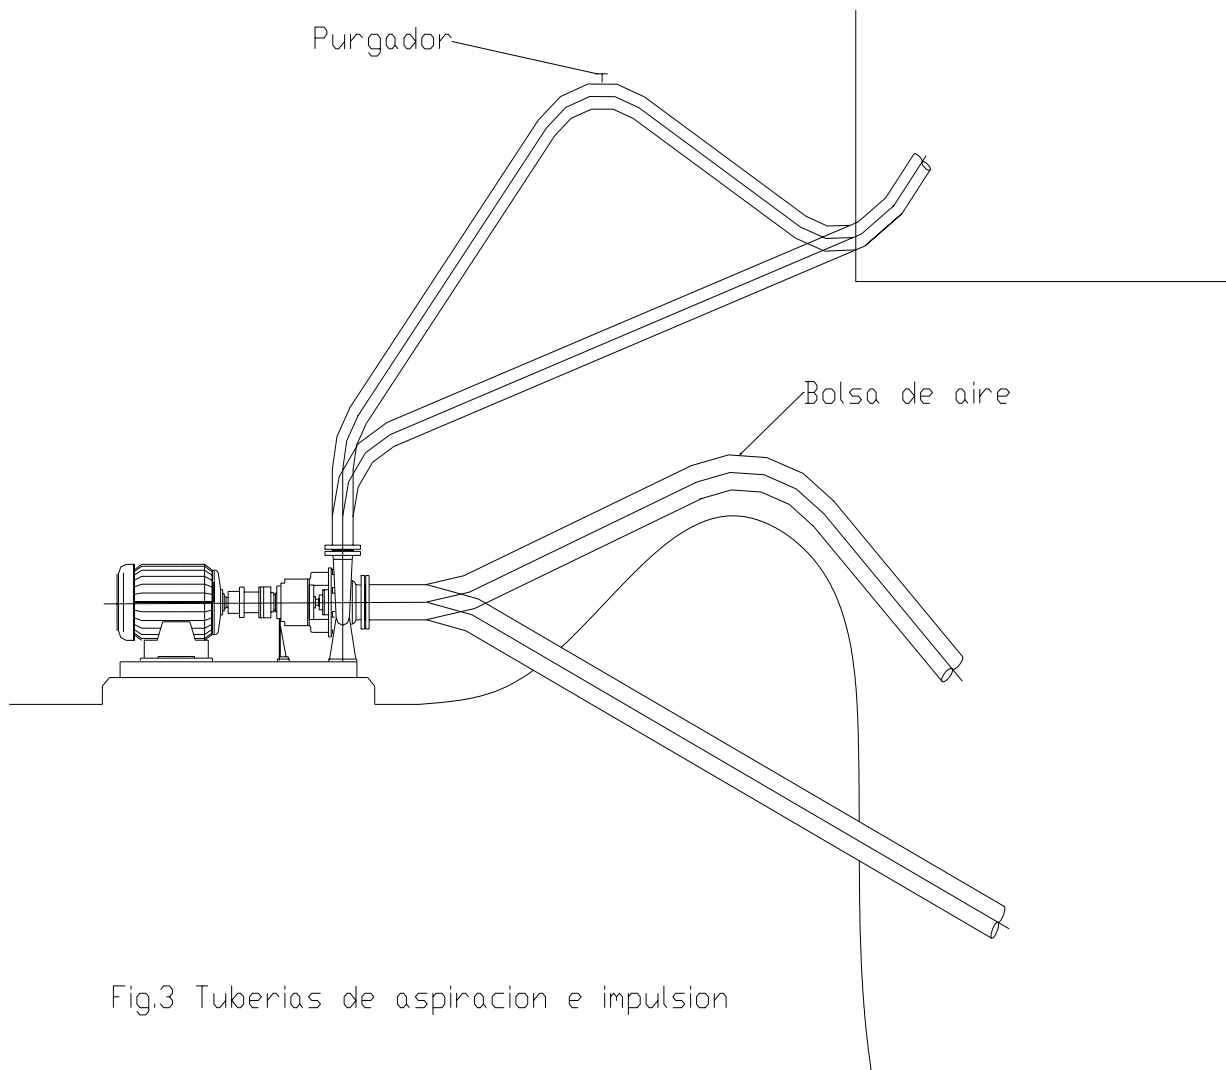

Fig.3 Tuberías de aspiración e impulsión
8. En los puntos altos de la tubería de descarga se forman bolsas de aire, las cuales se eliminarán mediante purgadores (Fig. 3).